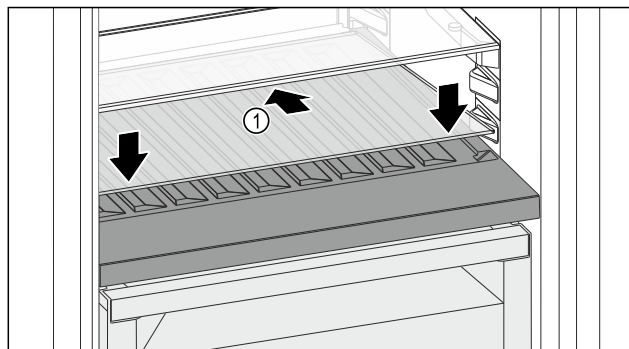

Fig. 122
- 向后下方倾斜放置玻璃隔板 Fig. 122 (1)。
- 放低玻璃隔板 Fig. 122 (1) 前部。